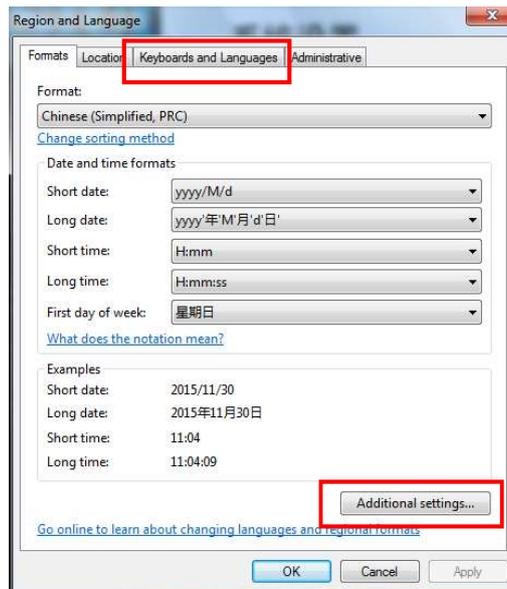

Fig. 5-5 Opções regionais e de idioma screen
- n) **Opções Regionais e de Idioma:** Os formatos de exibição de data, hora e número de um país específico podem ser selecionados na configuração **Regional**; Selege o idioma desejado na configuração **de Idioma**. Clique em **Opções Regionais e de Idioma** para entrar na tela, consulte a Fig. 5-5.
Definindo o formato de exibição: Na tela da Fig. 5-5, selecione um item, como **English()** e, **United Kingdom** em seguida, defina o formato de data e hora de acordo com a demanda. Toque em **Configurações adicionais...** para definir Número, moeda, etc.